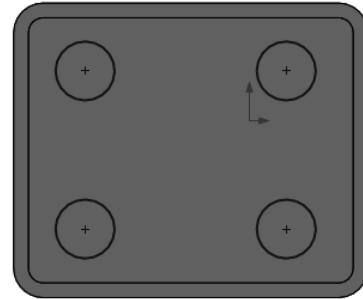

图 5-104 在零件实体模型内底面上绘制草图
- [2] 在零件实体模型内底面上绘制草图，如图 5-104 所示。